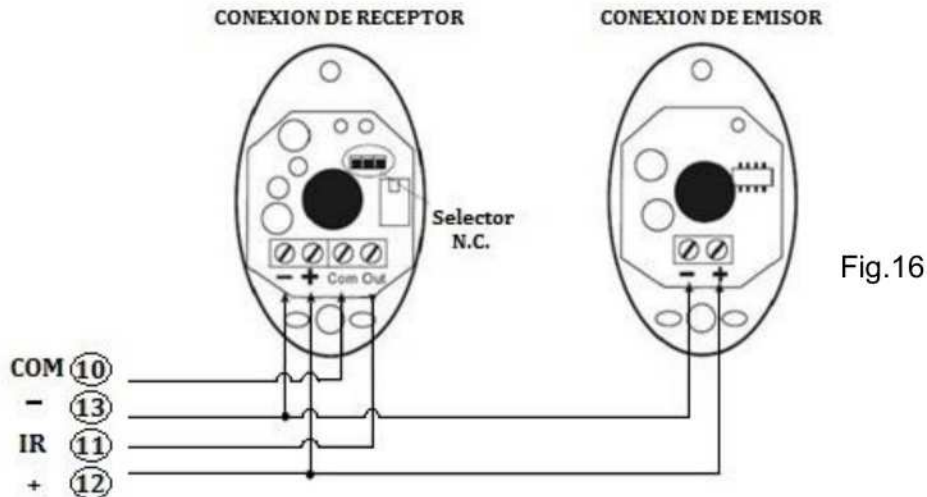

Fig.16
- Conectar a la Tableta Electrónica en Terminales 10, 11, 12 y 13 (Fig.16).